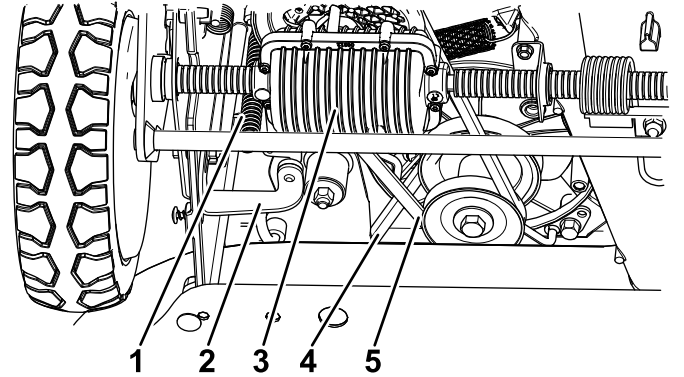

Figura 51
6. Afloje el soporte y gire el soporte hacia adelante (Figura 51).